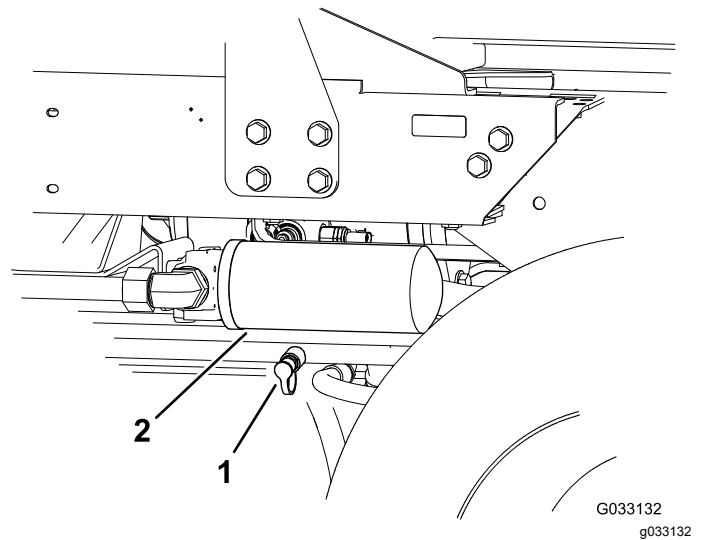

Figura 43
2. Conecte una manguera hidráulica entre el acoplamiento diagnóstico del colector de tracción trasera, y el punto de prueba de presión de tracción en marcha atrás (Figura 43).